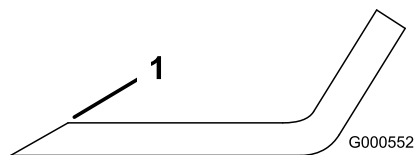

Рисунок 70
- Заточите напильником режущую кромку на обоих концах ножа (Рисунок 70).
Примечание: Если нож не сбалансирован, удалите некоторое количество металла только с конца области загиба (Рисунок 70).